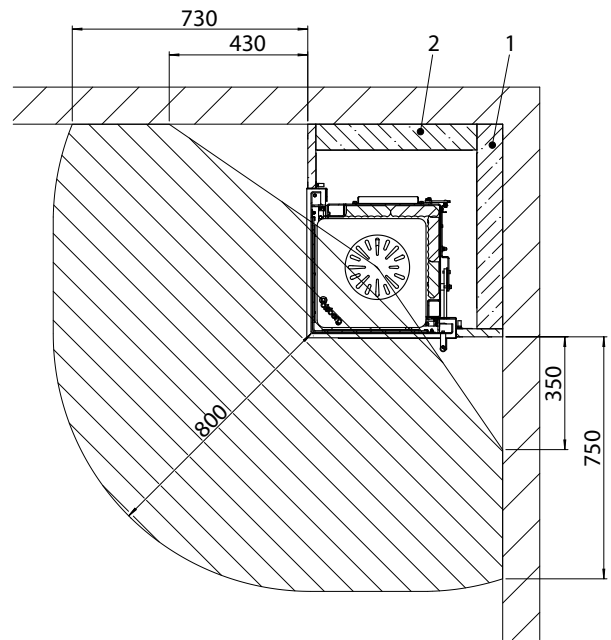
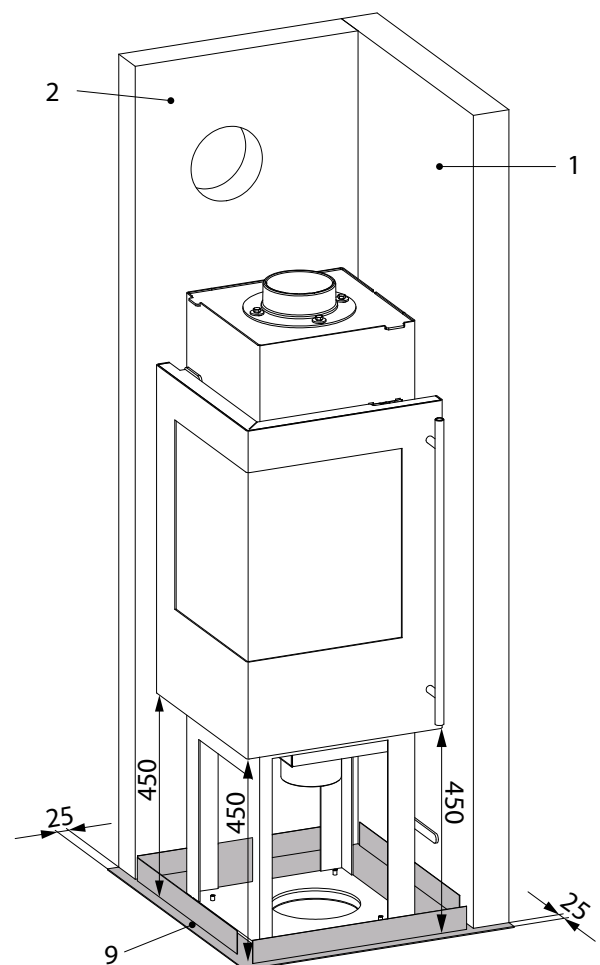

Fig.3
Fig.4
- Choisir l'emplacement du poêle. Le poêle peut être installé au ras du mur des deux côtés. Aucun objet confectionné à partir de matériaux combustibles ne doit se trouver ou être installé dans la zone de rayonnement du poêle, donc à une distance inférieure à 80 cm, mesurée à partir de la vitre de la porte du foyer (voir Fig.3).
- Poser la plaque de base (9, Fig. 4) à l'emplacement choisi de manière à ce que les deux panneaux d'isolation (1+2) de 80 mm d'épaisseur soient positionnés en direction des parois d'installation (voir Fig. 3).
- Orienter le poêle de manière à ce que la distance entre la plaque de base et le bord inférieur de la porte du foyer soit partout de 450 mm (voir Fig. 4).
- Installer les panneaux d'isolation 1+2 et éventuellement les fixer sur les parois d'installation à l'aide de quelques points de colle. En cas de pose d'un seul côté avec la paroi d'installation derrière le panneau d'isolation (pos. 2), les deux panneaux d'isolation peuvent être, en plus, vissés avec 3 vis pour panneaux d'isolation de Ø6x140 (17) (aucun perçage préalable ni lamage nécessaire). Dans tous les cas, les deux panneaux doivent être collés l'un avec l'autre.